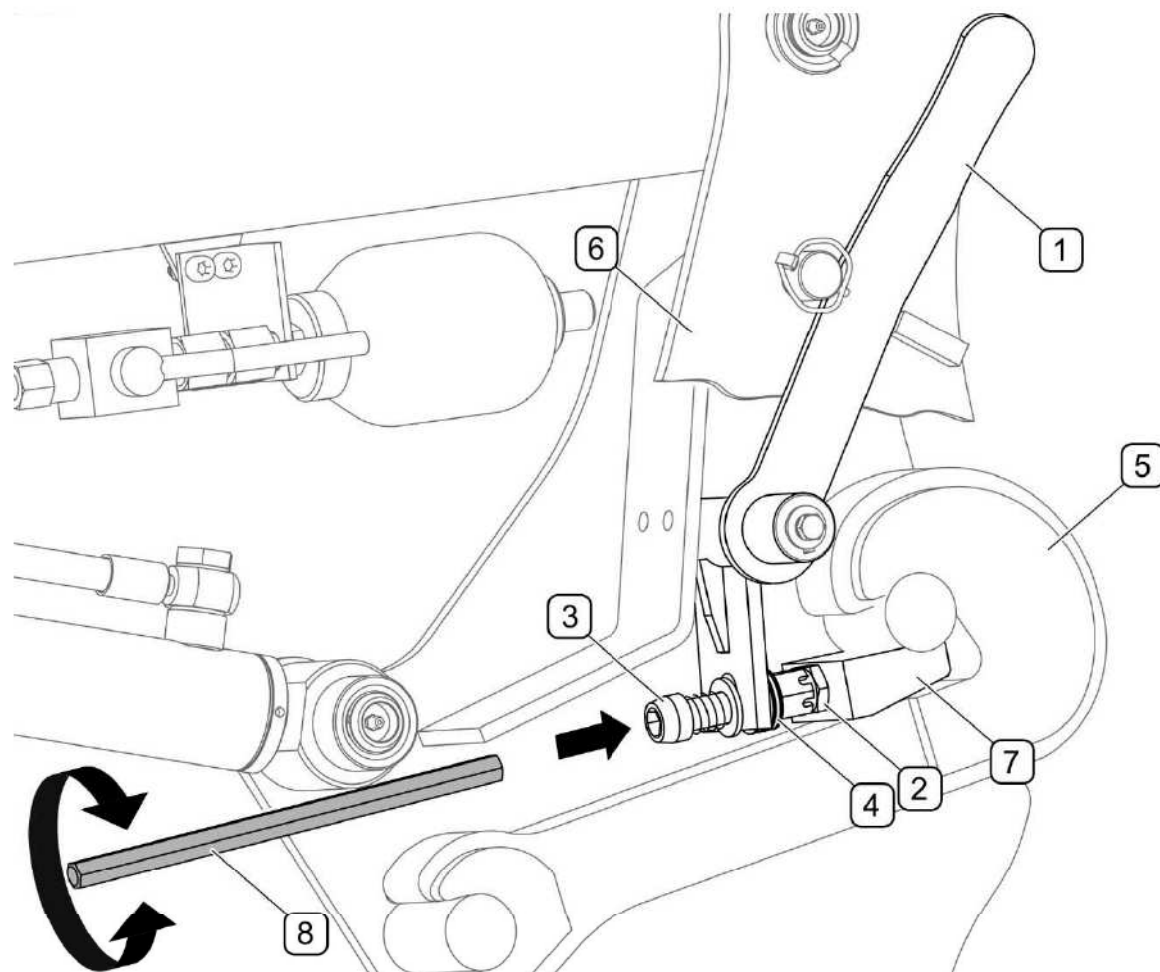

РИСУНОК 5.2 Регулировка замков быстрой сцепки
Если после агрегирования стрелы на опорной конструкции чувствуется свободное пространство на рычаге (1) или в закрытой позиции, необходимо приступить к регулировке замков (РИСУНОК 5.2). Проверку и регулировку нужно осуществлять для обоих замков, только когда стрела навешена на раму. Для регулировки используется специальный ключ (8), который входит в комплект оснащения погрузчика.
Вывинтить болт (3) до момента полного зажима тарельчатых пружин (4), которые видны в верхней части крюка (5) между плитами (6). Проверить, можно ли отблокировать рычаг (1), а потом снова его заблокировать (РИСУНОК 5.2). Если нет, то необходимо ввинтить болт (3) на $\frac{1}{2}$ оборота. Повторить пробу блокирования еще раз. Если возможна блокировка рычага (1) и пружины зажаты, необходимо отсоединить стрелу от несущей рамы и затянуть контргайку (2) к клину (7). Навесить стрелу на несущую конструкцию, заблокировать рычаг (1) в закрытом положении при помощи страховочной чеки. Если тарельчатые пружины не зажаты, то необходимо повторить регулировку.